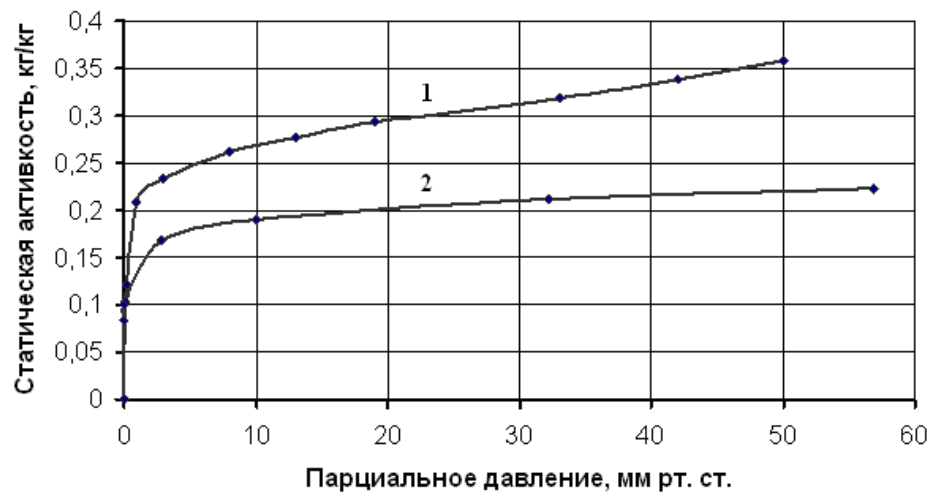

Рис. 2. Изотерма адсорбции бензола (кривая 1) и заданного вещества (кривая 2).
7. Подставляем полученные значения давления насыщенных паров бензола и заданного вещества и коэффициента аффинности  $\beta$  в формулу (3) и находим парциальное давление пара заданного вещества.
8. Итак, в результате выполнения пунктов 4÷7 мы получили два значения: парциальное давление заданного вещества в паровой фазе (фактически это концентрация!) и активность угля при этой концентрации. Эти значения заносим в таблицу, аналогичную таблице (3).
9. Берём вторую строку таблицы (3) и возвращаемся к пункту 4 Алгоритма. И так десять раз – пока не дойдём до последней строки таблицы. По полученным данным строим изотерму адсорбции заданного вещества на одном графике с бензолом. Должно получиться что-то похожее на рис. 2. График можно строить любым удобным способом: на миллиметровке, средствами Excel и т.д.